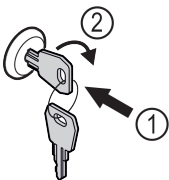

Fig. 167
- ▶ Вставьте ключ Fig. 167 (1).
- ▶ Поверните ключ на 90° по часовой стрелке Fig. 167 (2).